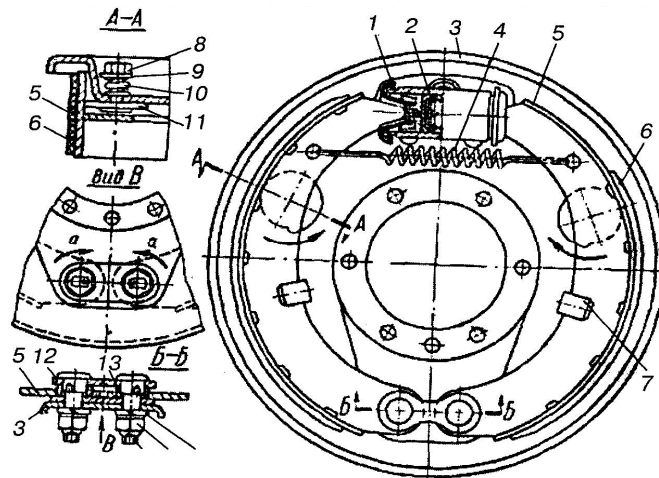

Рис. 5.8. Гальма в зборі:
1. Зняти маточини з гальмівними барабанами. Перевірити стан робочої поверхні барабанів і гальмівних колодок. Впевнитись у відсутності підтікань рідини з колісних циліндрів. Розшпінтувати болти й кріплення гальмівних щитів, підтягнути гайки і знову зашпінтувати (рис. 5.8, 5.9).